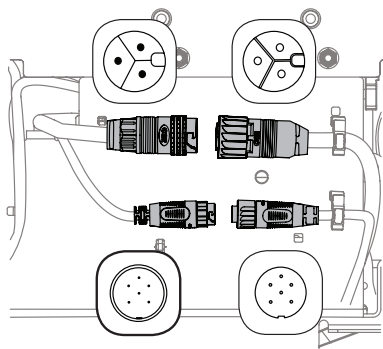

Figura 39
2. Desconecte el motor de la plataforma de los adaptadores que se encuentran en la parte inferior del tractor. Gire los conectores 1/4 de vuelta en sentido contrario a las agujas del reloj y tire hacia abajo (Figura 39).